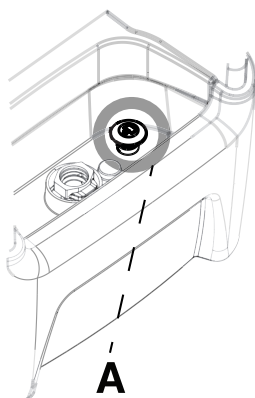

图14-24: 排水管栓
3. 要排出控制仪的水，将控制仪排水管栓 (A) 向上拉以打开排水管 (第14-40页, 图14-24)。让排水管保持打开状态。